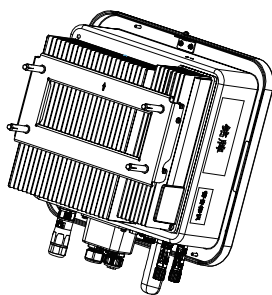

Abbildung 4.4 Wandhalterung
2. Heben Sie den Wechselrichter an (achten Sie dabei darauf, Ihren Körper nicht zu überlasten) und richten Sie die hintere Halterung des Wechselrichters an der konvexen Stelle der Montagehalterung aus. Hängen Sie den Wechselrichter an die Montagehalterung und vergewissern Sie sich, dass er sicher befestigt ist (siehe Abbildung 4.4).